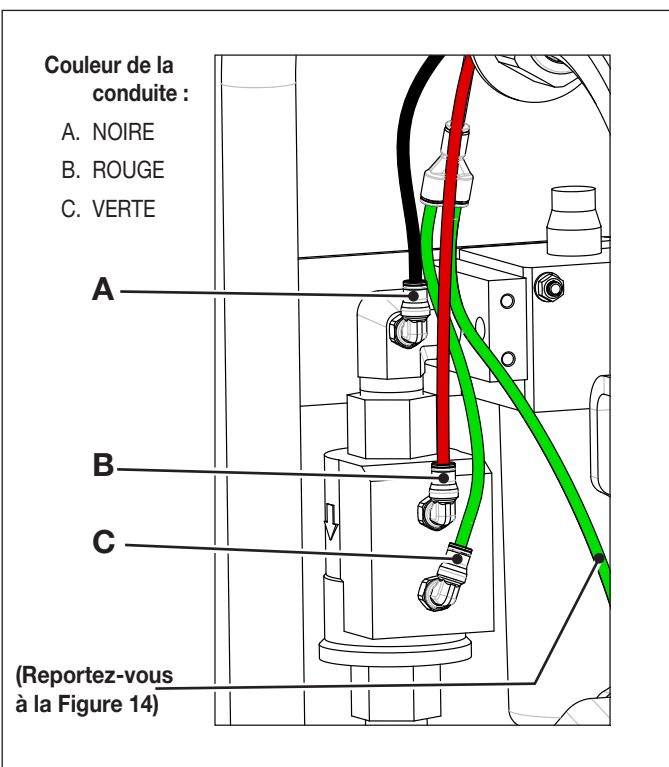
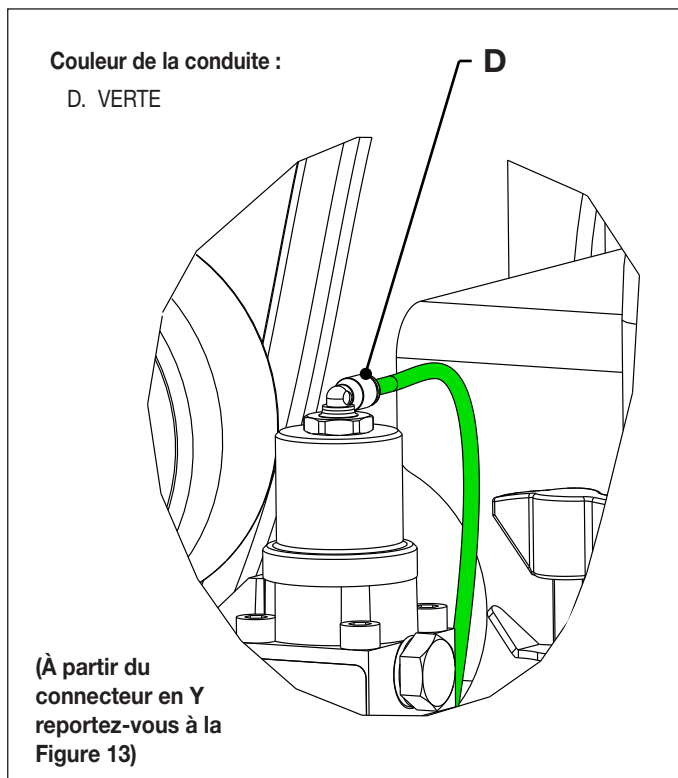

Figure 13 : Raccordement des conduites d'air - Distributeur logique pneumatique.
Figure 14 : Raccordement de la conduite d'air - Distributeur hydraulique
- Débranchez les conduites d'air de la pompe aux emplacements A, B, C et D comme indiqué sur la Figure 13 et la Figure 14.
23. Rebranchez les conduites d'air de la pompe aux emplacements A, B, C et D. Reportez-vous à la Figure 13 et à la Figure 14.